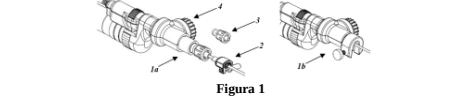

Figura 1
1. Se utilizar uma broca aspiradora de canal de trabalho (**Figura 1**), foi adicionado um mecanismo de controle da profundidade com luer (**1a**) ou um acessório MINOP exclusivo (**1b**) para o estabelecimento de interfaces com os endoscópios.
- a. Para determinadas brocas aspiradoras (por exemplo, LOTTA, Little LOTTA e PAEDSCOPE), o mecanismo de controle da profundidade com luer (**1a**) requer um adaptador (2) para estabelecer ligação a esses endoscópios. Além disso, para brocas aspiradoras destinadas a estabelecer interface com um endoscópio OI, é fornecido um adaptador luer (3) para controlar a profundidade em função do canal a utilizar.